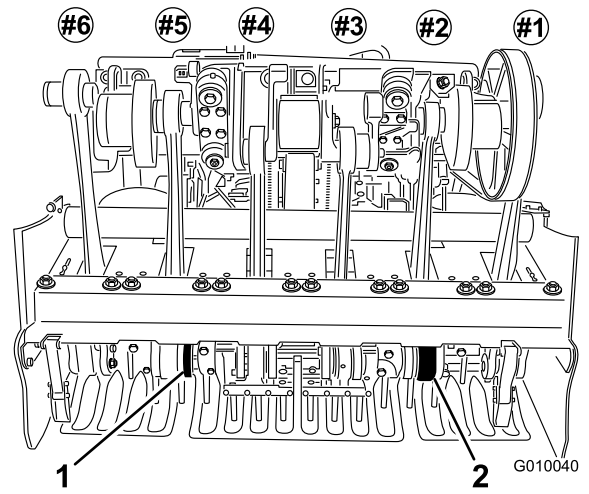

図 27
6. タインホルダー #2 と #5 図 27 にタインを取り付け、キャップスクリューで固定する。